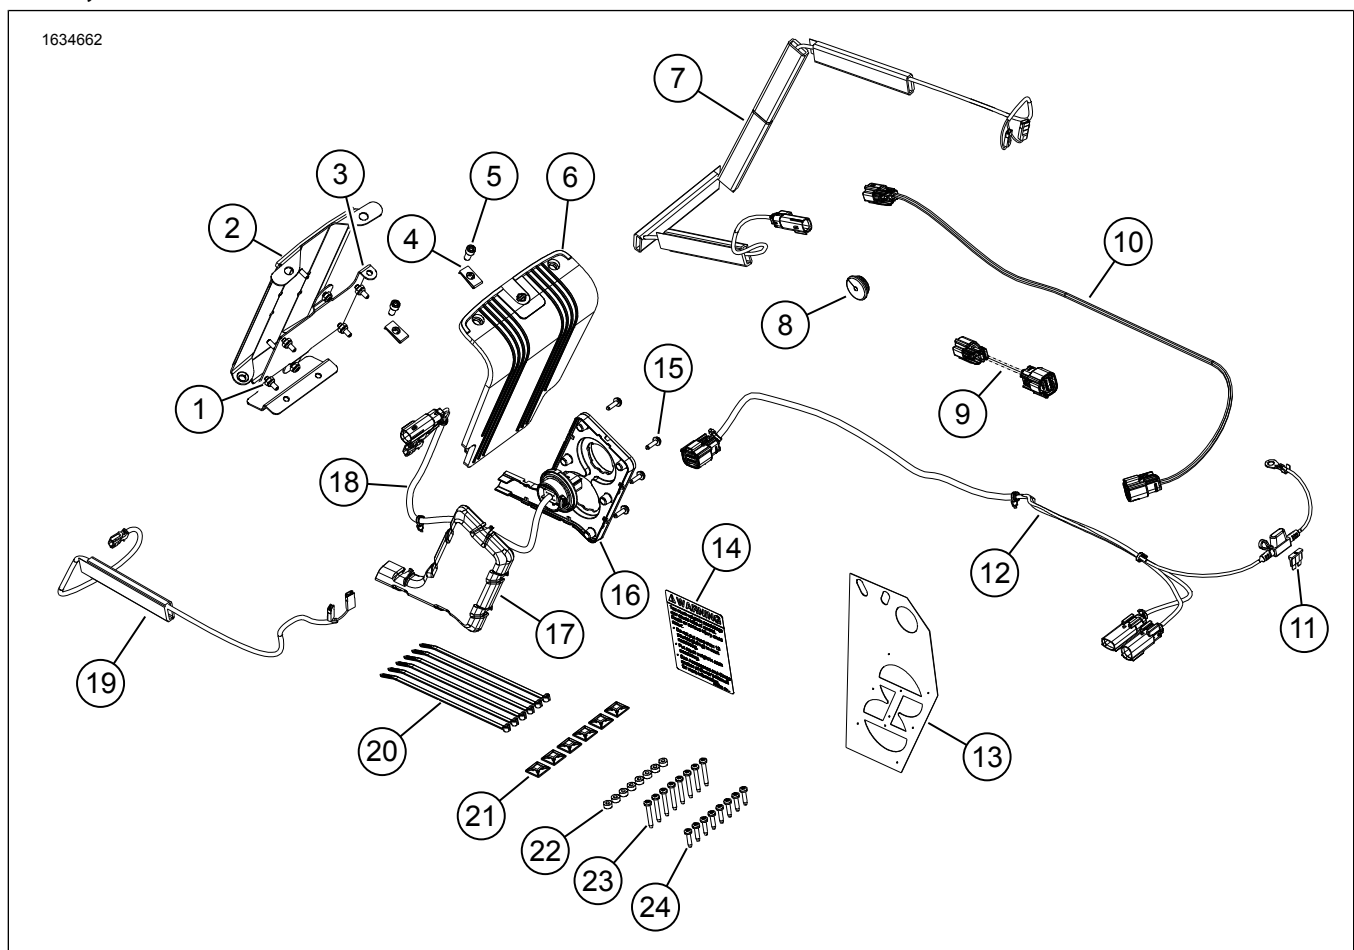

Figura 1. Conținut kit: Bluetooth Audio cu sprijinul Rockford Fosgate
3. Figura 1 Montați eticheta privind capacitatea pentru desagă (14).